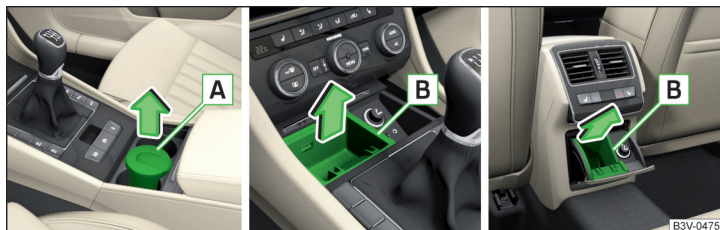

Fig. 132 Retirar el cenicero adelante / retirar adelante el suplemento del cenicero / retirar atrás el suplemento del cenicero
- No agarrar el cenicero **A** (no en la tapa) y **extraerlo** en el sentido de la flecha » fig. 132.
- Para **extraer** el inserto, abrir el cenicero hasta el tope, agarrar el inserto en el área **B** y extraerlo en el sentido de la flecha » fig. 132.